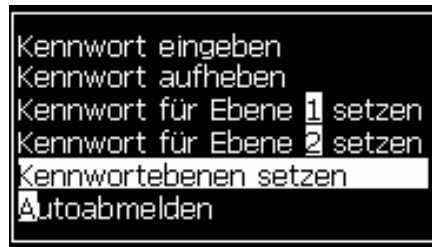
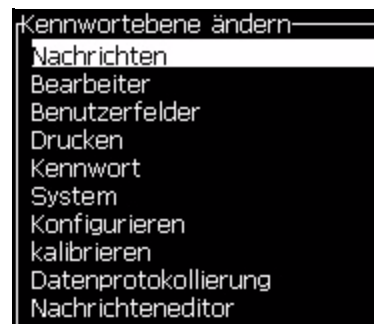
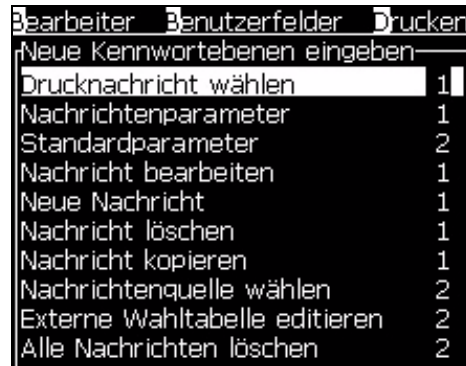

Abbildung 4-8: Kennwortebenen setzen
Abbildung 4-9: Kennwortebene ändern
Abbildung 4-10: Neue Kennwortebenen eingeben
- 1 Drücken Sie die Tasten *Alt + W* und wählen Sie *Set Password Levels* (Kennwortebenen setzen) (siehe Abbildung 4-8), um den Bildschirm *Change Password Levels* (Kennwortebenen ändern) zu öffnen (siehe Abbildung 4-9).
- 2 Wählen Sie das Menü (siehe Abbildung 4-9), welches eine andere Kennwortebene benötigt und drücken Sie die Taste *Enter*. Der Bildschirm *Enter New Password Levels* (Neue Kennwortebenen eingeben) erscheint (siehe Abbildung 4-10 auf Seite 4-7).